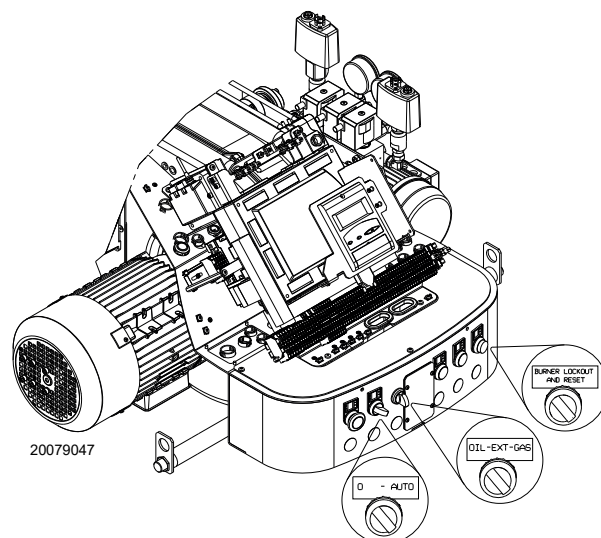

Fig. 29
Placer le sélecteur « OIL-EXT-GAS » de Fig. 29 à la page 34 en position « OIL » pour sélectionner le fioul comme combustible. Fermer les thermostats/pressostats et mettre l'interrupteur de Fig. 29 à la page 34 en position « AUTO ».
- mettre l'interrupteur de la Fig. 29 sur « 0 » et attendre que la boîte de contrôle réalise la phase d'extinction ;
Fermer les télécommandes et mettre le sélecteur (Fig. 29 à la page 34) sur « ON ».
Mettre le sélecteur (Fig. 29 à la page 34) sur « **GAS** » pour sélectionner le gaz comme combustible.
- 1 à l'aide du sélecteur (Fig. 29 à la page 34) ;
- 2 avec un sélecteur à distance connecté au bornier principal. En mettant le sélecteur (Fig. 29 à la page 34) sur « **EXT** », la fonction de sélection du combustible à distance s'active. Dans cette position, en absence de sélecteur à distance, l'écran affiche le combustible prioritaire.